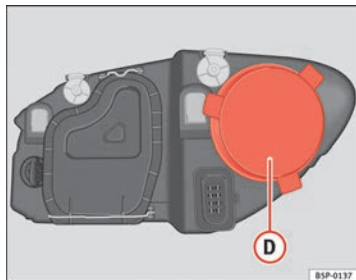

Abb. 190 Standlicht
- Den Deckel ⇒ Abb. 190 **D** abziehen.